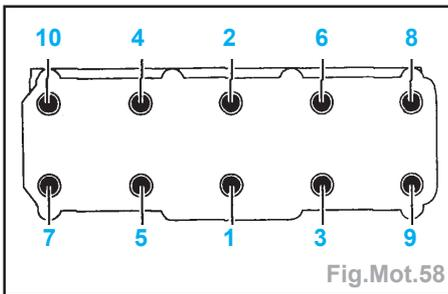

Fig.Mot.58
- Serrer les boulons de culasse dans l'ordre indiqué et au couple (Fig.Mot.58).